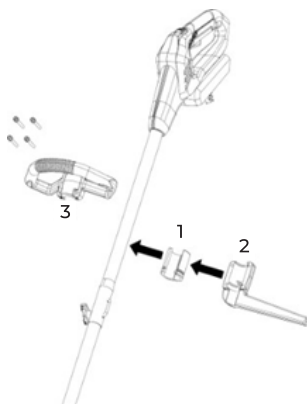

Рис. 5
### Подвешивание лопаты снегоуборочной аккумуляторной при хранении (рис. 5)
**Шаг 1** – Оберните резиновой прокладкой (рис. 5 поз. 1) место установки рукоятки на штанге
**Шаг 2** – Установите нижнюю часть рукоятки(рис. 5 поз. 2) на резиновую прокладку (рис. 5 поз. 1)
**Шаг 3** – Установите верхнюю часть рукоятки(рис. 5 поз. 3) на штангу
**Шаг 4** – Закрутите винты как показано на рис. 5